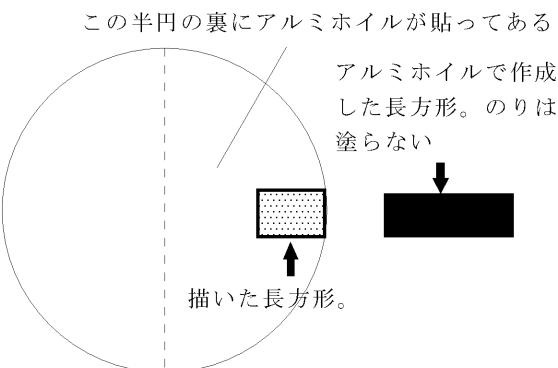
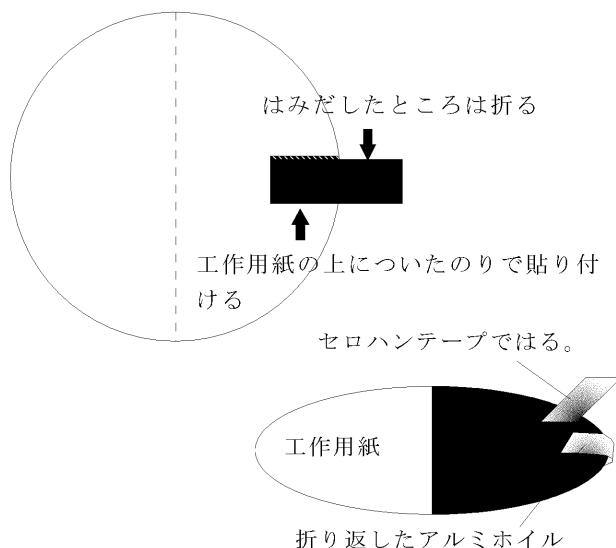

図5 コンデンサー作成2
図6 端子の貼り付け
- (4) 工作用紙円盤の裏に図5のように、幅2.5cm、長さ3cmの長方形を描く。
- (5) 方法(4)で描いた長方形(図5の斜線部分)にのりを塗る。
- (6) 図5のよう幅2.5cm、長さ6cmの長方形にアルミニウムはくを切る。このアルミニウムはくの部品は端子となる。
- (7) 方法(6)で作成した部品を工作用紙の裏、のりを塗った部分に貼り付ける。この際、アルミニウムはくには一切のりは塗らない。
- (8) 図6のように、はみだしたアルミニウムはくを折って、工作用紙の円盤の表にあるアルミニウムはくの上にセロテープで貼り付ける。